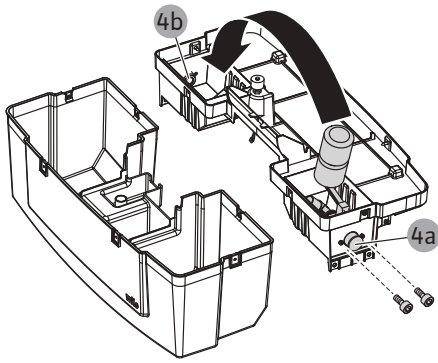

Fig. 17: Afdekking buffertank verwijderen en schroeven voor de bevestiging van de buffertank losdraaien
6. Verwijder de schroeven op de houder van het suppletieventiel (Fig. 17).
7. Haal het suppletieventiel er met de houder uit en breng het op de tegenoverliggende kant (pos. 4b) van de buffertank aan.